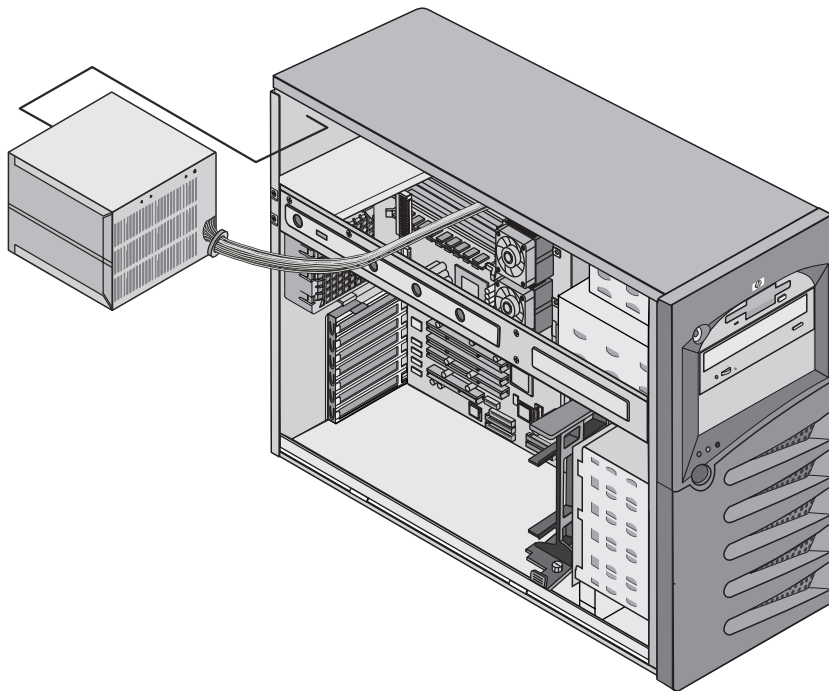

Figura 5-2: Extracción de la fuente de alimentación
9. Retire los cuatro tornillos que aseguran la fuente de alimentación al chasis. Se encuentran situados en la parte posterior del chasis. Consulte la figura 5-2.